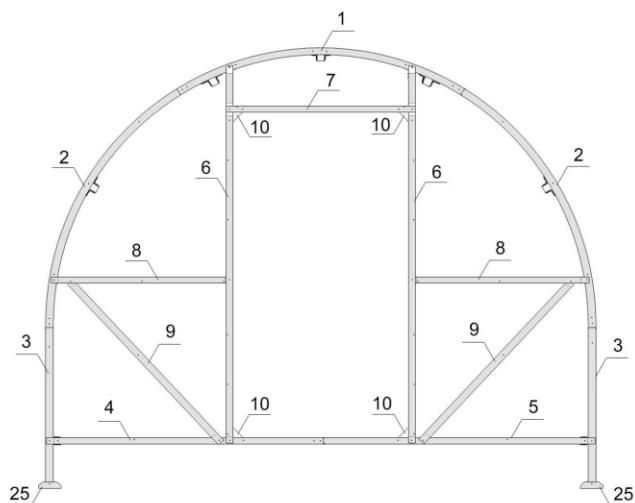

Рис. 1 Торец.
К дугообразной профильной трубе №1 с двух сторон присоедините дугообразные торцевые детали № 2лев и № 2пр, закрепив саморезами 4,2 x 16 (см. рис. 1).
3.2.3. Крепление саморезов и сборку дверного проёма начните с наружной стороны теплицы, на деталях нижней обвязки № 4 и № 5 с наружной стороны имеются отверстия Ø 3мм. для крепления ПК. Закрепите саморезами стойки дверного проёма №6 к нижней обвязке № 4 и № 5, и перемычку дверного проёма № 7 к стойкам (см. рис. 1; 6-А; Б).
3.3.1. Положите собранную торцевую арку п.3.1. на ровный участок наружной стороны к верху. По центру торцевой арки положите дверной проём п.3.2. Стойки № 6 присоедините к верхней торцевой дуге № 1 в местах обозначенные уколовом (см. рис.1). Присоедините нижнюю обвязку № 4 и № 5 к удлинениям арки № 3.